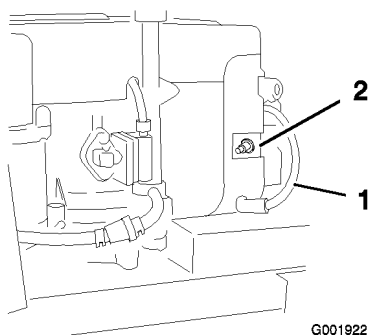

Figure 35
3. Débranchez les bougies (Figure 35).